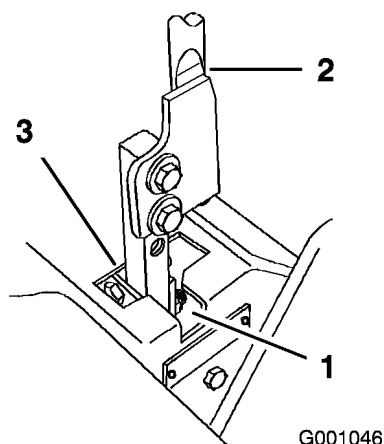

Figura 69
5. Mueva la palanca a la posición de punto muerto, pero **no a la posición de bloqueo** (Figura 69).
6. Tire hacia atrás de la palanca hasta que el pasador (en el brazo debajo del eje pivotante) entre en contacto con el extremo de la ranura (empezando justo a tensar el muelle) (Figura 69).
7. Compruebe la posición de la palanca de control con relación a la muesca de la consola (Figura 69). Debe estar centrada para que la palanca pueda girar hacia fuera a la posición de bloqueo/punto muerto.